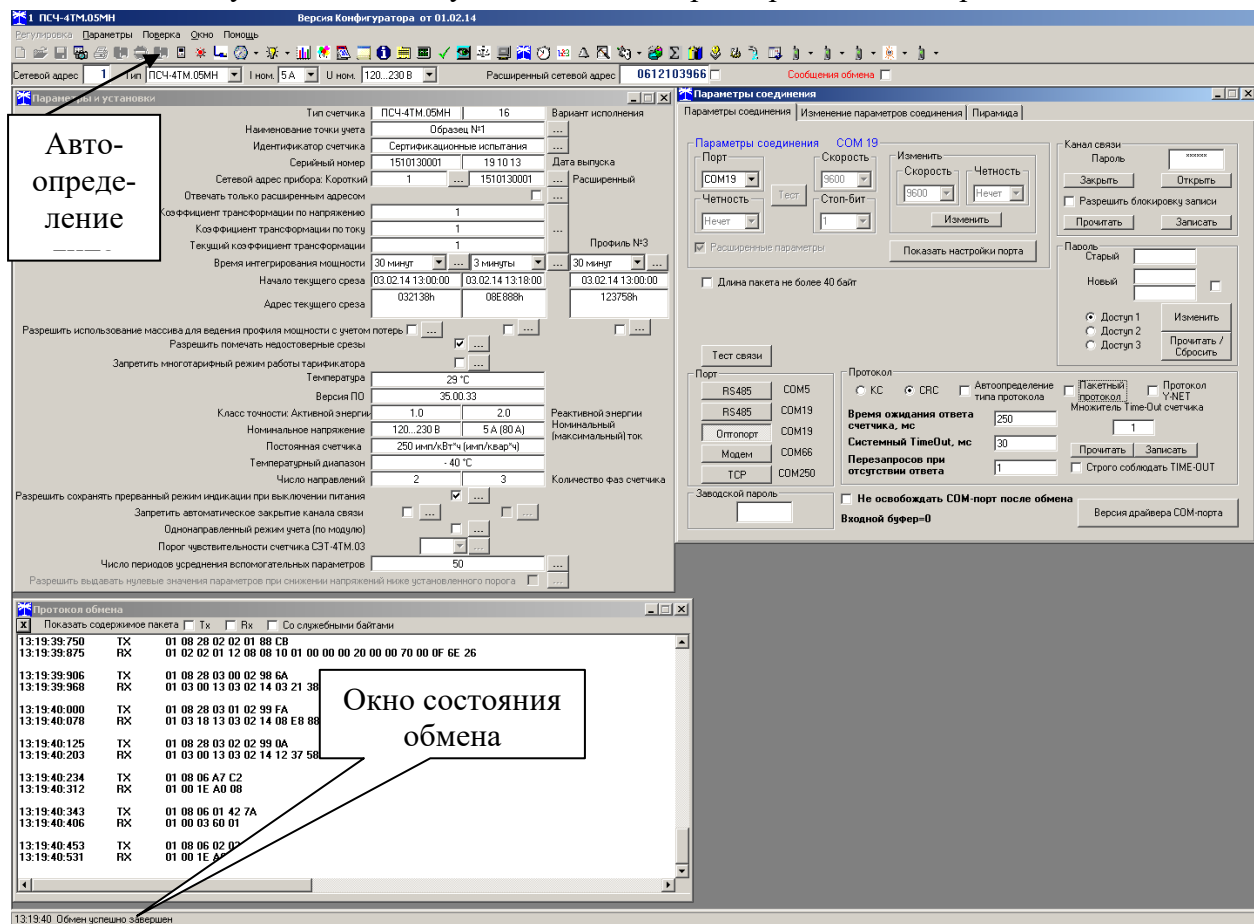

Рисунок 1 - Генеральная форма программы «Конфигуратор СЭТ-4ТМ»
7.2 Вызов формы производится или из меню «Параметры» или путем нажатия кнопки «Автоопределение типа счетчика», расположенной на панели инструментов генеральной формы (рисунок 1). При этом определяется тип счётчика, заполняются информационные окна «Тип счётчика», «Iном», «Уном» генеральной формы и вызывается форма «Параметры и установки», вид которой приведен на рисунке 4.